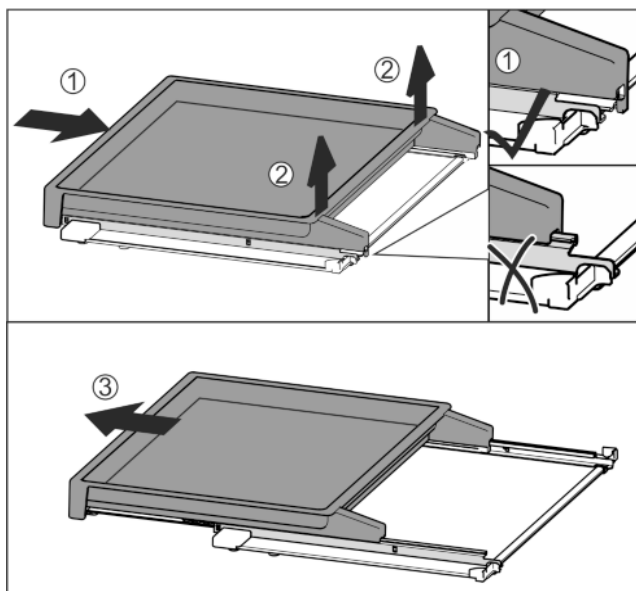

Fig. 37
- ▶ Вставить вытяжную панель полностью Fig. 37 (1).
- ▶ Отпустить фиксацию на задней стороне Fig. 37 (2).
- ▶ Извлеките вытяжную панель движением вперед Fig. 37 (3).